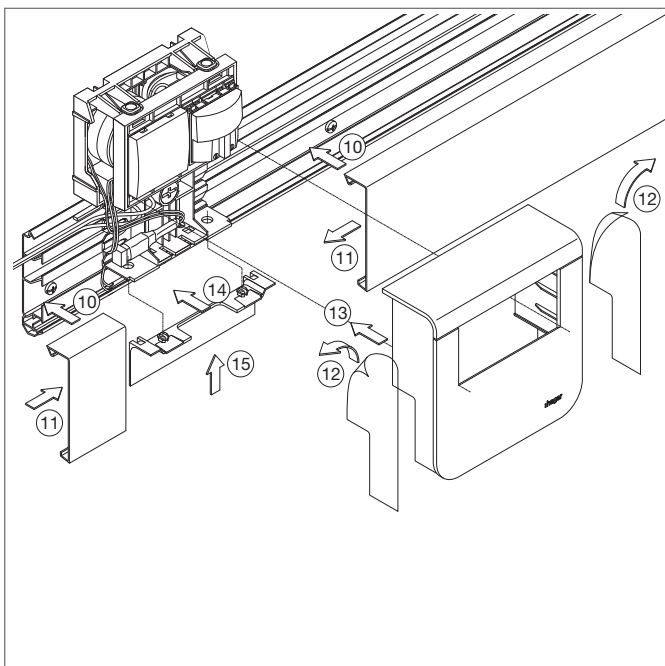

Abbildung 9
5. Kanaloberteil aufsetzen (Abb. 9)